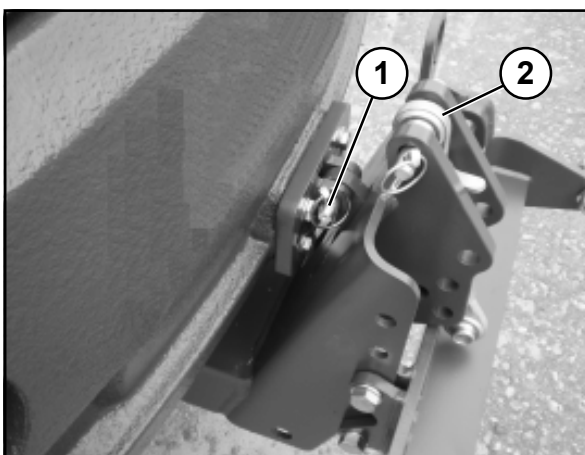

Bild 6-6
(2) Gegengewicht unter dem Motor demontieren. Dazu ist das unterstützende Hebegerät mit angebaute Staplervorsatz von hinten so unter das Gegengewicht zu verfahren, dass die Zinken das Gegengewicht leicht berühren und das Aufnehmen des Gegengewichts auf dem Staplervorsatz gefahrlos möglich ist. Die drei Befestigungsschrauben lösen, Staplervorsatz mit darauf befindlichem Gegengewicht absenken und nach hinten herausfahren.
(3) Heckanbauplatte so auf den Staplervorsatz ablegen und von hinten unter das Fahrwerk verfahren, dass die Heckanbauplatte mit der Aufnahme am Fahrwerk durch Einschieben des Bolzens (6-5/Pfeil) verbunden werden kann. Bolzen mit Klappsplint sichern.
(4) Querlenker (6-6/2), wie in Bild 6-6 zu sehen, nach hinten umlegen.
(5) Heckanbauplate durch An-/Abkip- und Hubbewegungen des Staplervorsatzes so positionieren, dass der Bolzen in die Aufnahmebohrung der Anbauplate der Rangier- und Abschleppkupplung gesteckt werden kann (6-6/1). Bolzen mit Klappsplint sichern.